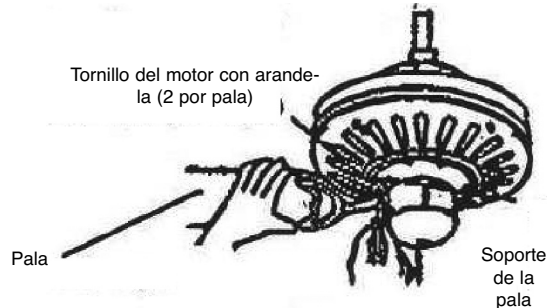

FIGURA 7
2. Atornille el conjunto de las palas al motor, apretándolos firmemente (Figura 7).
2. Aperte o conjunto das pás ao motor, apertando-os firmemente (Figura 7).